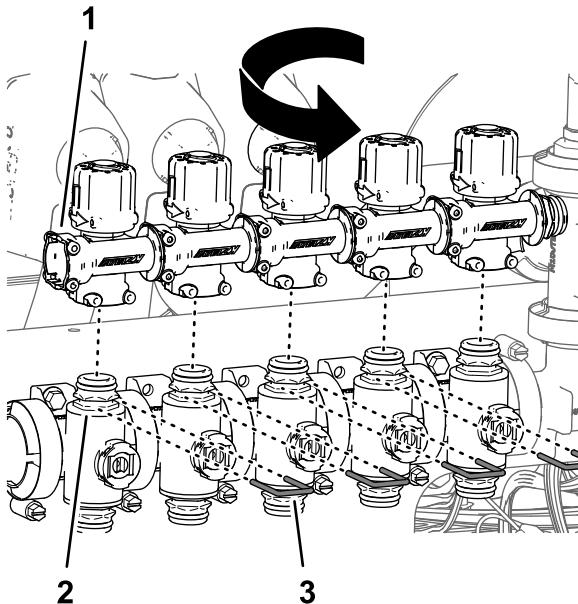

Figure 102
6. Faites pivoter les soupapes de dérivation de 180° et placez-les sur les raccords rapides des vannes de section (Figure 102).
7. Fixez les soupapes de dérivation aux vannes de section avec les étriers (Figure 102) que vous avez retirés à l'opération 4.
9. Fixez les obturateurs sur les raccords rapides des soupapes de dérivation des vannes de buses 5 et 6 avec les étriers fournis avec les obturateurs (Figure 102).